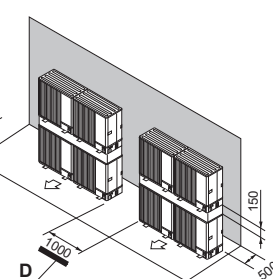

Fig. 2-21
- (7) Disposition pour des appareils empilés (Fig. 2-21)
- D : Espace (Fig. 2-21)